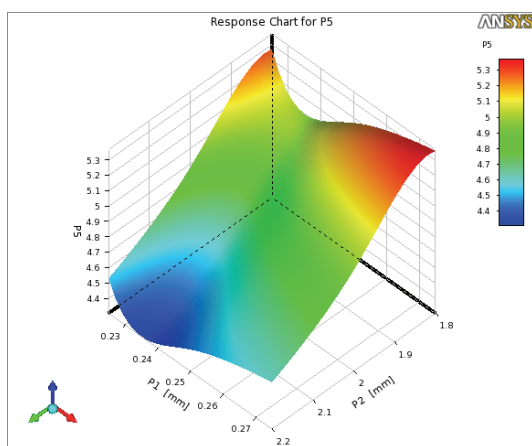

图 25-38 设计空间图
1) 双击 Response Surface (B) 中的 Response Surface 项, 打开其工作界面 (B3: Response Surface 标签)。
4) 在 Outline of Schematic B3: Response Surface 的第 17 行上左击, 可以查看设计空间图, 如图 25-38 所示 (注意该图仅是部分结果)。